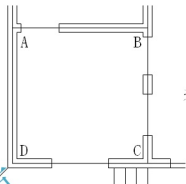

图 3.58 测量“宿舍”的净面积
- (1) 选择菜单栏中的【工具】|【查询】|【面积】命令，或在命令行输入“Area”并按 Enter 键，启动【查询面积】命令。
(2) 在指定第一个角点或【对象(O)/加(A)/减(S)】:提示下,打开【对象捕捉】功能,单击如图 3.58 所示的 A 点作为被测量区域的第一个角点。
(3) 在指定下一个角点或按 Enter 键全选:提示下,依次单击如图 3.58 所示的 B、C、D 点作为被测量区域的其他 3 个角点。
(4) 按 Enter 键结束命令,这样就测量出 A、B、C、D 这 4 点所围合区域的面积。
(1) 选择菜单栏中的【工具】|【查询】|【距离】命令,或在命令行输入“Di”后按 Enter 键,启动【查询距离】命令。
(2) 在指定第一点:提示下,捕捉图 3.58 中的 C 点作为测量距离的第一点。
(3) 在指定第二点:提示下,捕捉图 3.58 中的 B 点作为测量距离的第二点。